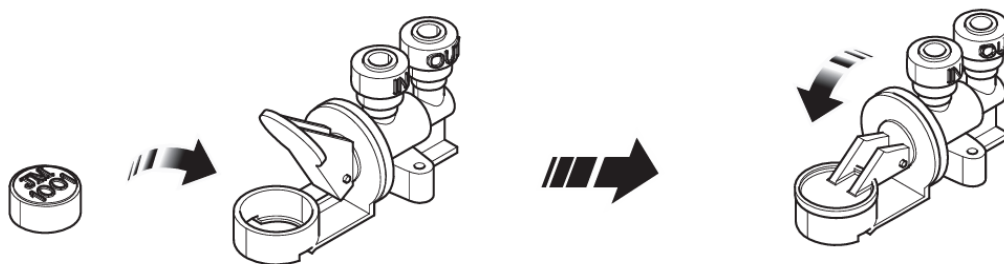

Fig 36
2. Controleer of de klep actief is door de stand van de arm te controleren. Als het sponskussentje is uitgezet en de kleparm in de bovenste stand staat (afb. 36), is de klep geactiveerd.
4. Sluit de kleparm na het plaatsen van het nieuwe sponskussentje (afb. 36).